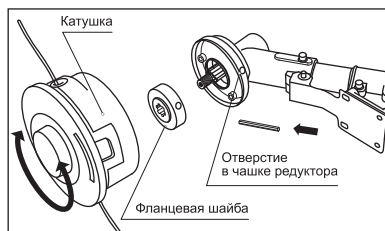

рис. 10
2. Удерживая стержень в отверстиях чашки редуктора и фланцевой шайбы, закрутите катушку с леской против часовой стрелки до упора (рис. 10).